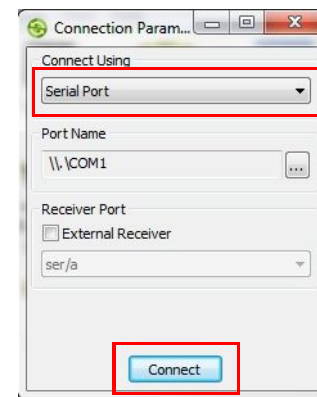

Рис. 7: Окно Параметры подключения
- В окне Параметры подключения (Рис. 7) выберите Последовательный порт и название порта, и затем нажмите Подключиться.